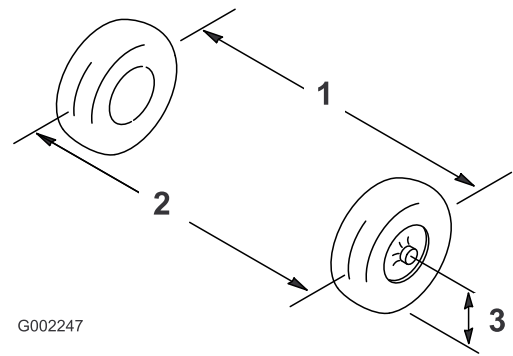

图51
2. 以轮轴的高度为标准、分别测出两个前轮的轮前距离和轮后距离（图51）。